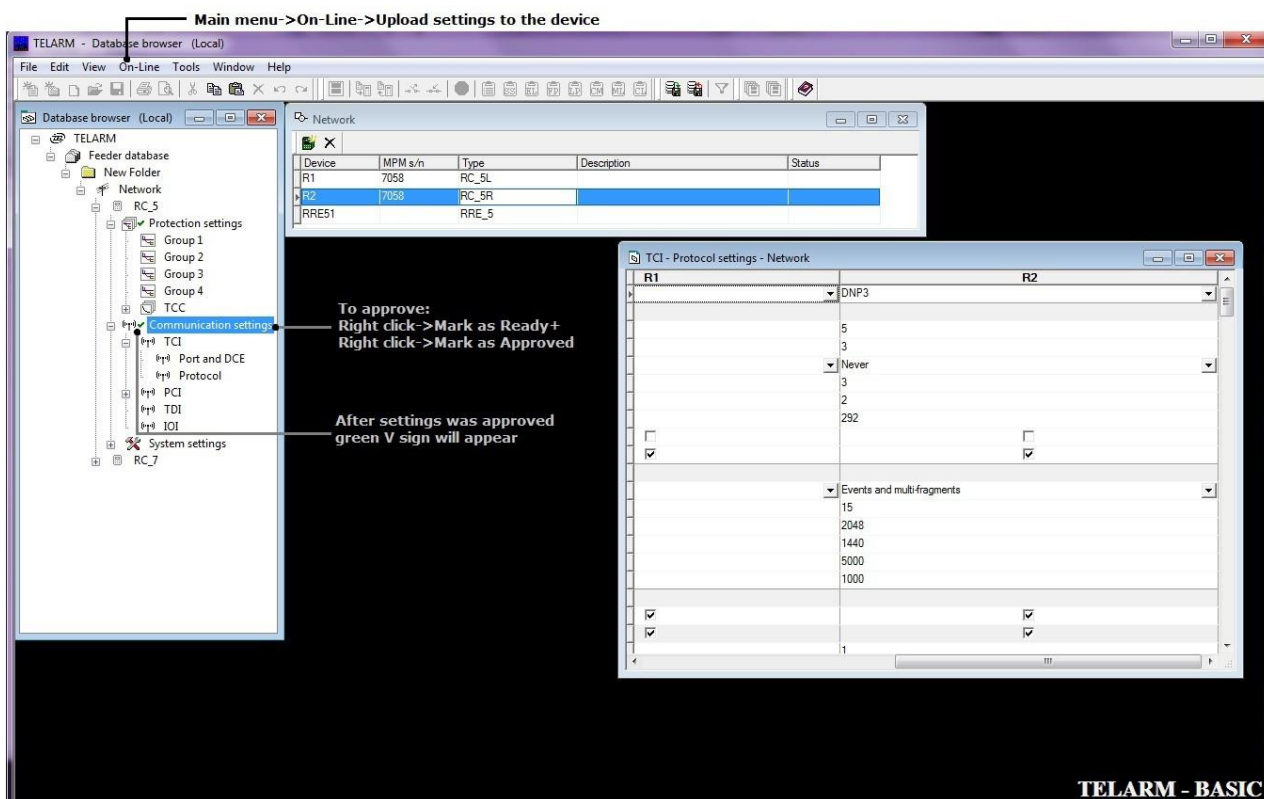

Figura 79
- 1) Hacer clic derecho sobre el menú secundario "Ajustes de comunicación" en el Buscador de la base de datos y seleccionar "Marcar como listos" (Figura 79);